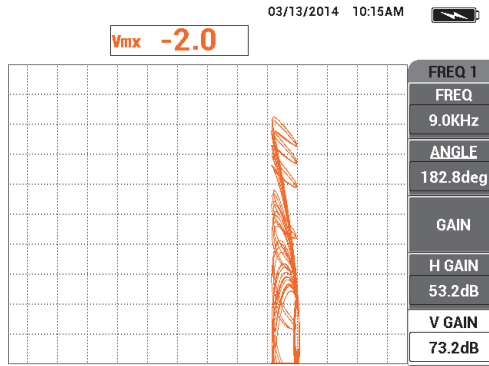

図 5-127 V ゲイン値の調整
25. プローブを常に動かしながら、ミックス信号がゼロポイントの上の最初の垂直位置内に含まれるまで **V ゲイン** (E キー) を上げます (219 ページの図 5-127 を参照)。